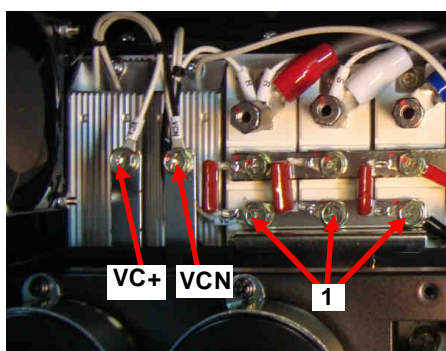

Рис. 7.19. Крепление шин ЗПТ к входным модулям и выводам разрядного резистора
7.17.1. Установить планку датчиков тока, как показано на рис.7.19.
7.17.2. Закрепить планку винтами 1 (рис.7.19).
7.17.3. Установить выходные силовые шины и закрепить их винтами 2 (рис.7.19).